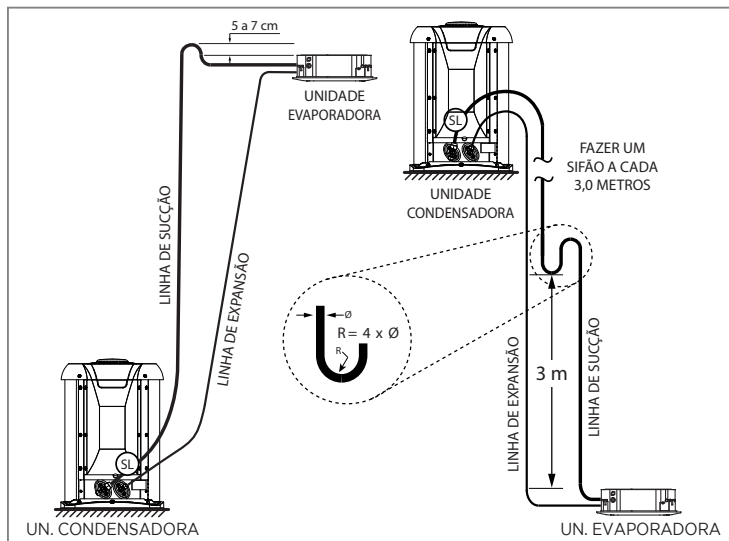

FIG. 36 - INSTALAÇÃO LINHAS DE INTERLIGAÇÃO
- Quando a unidade condensadora estiver em um nível superior ao da unidade evaporadora, fazer sifões nas subidas da linha de sucção a cada 3,0 m, considerando desde a saída da evaporadora. (Fig. 36)